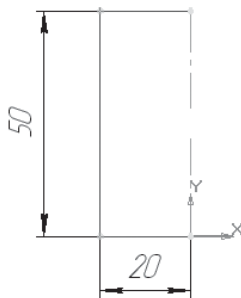

Рис. 9.11
- С помощью непрерывного ввода отрезка и ортогонального черчения построите эскиз прямоугольника, длина **20 мм**, высота **50 мм** (рис. 9.11).